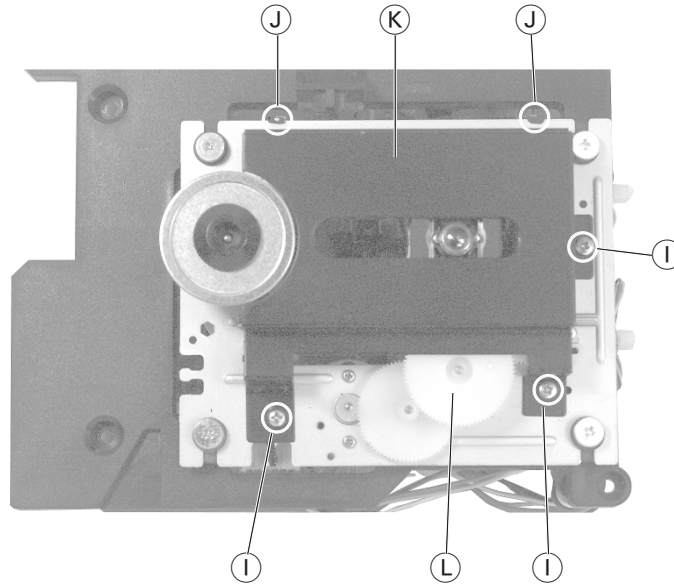
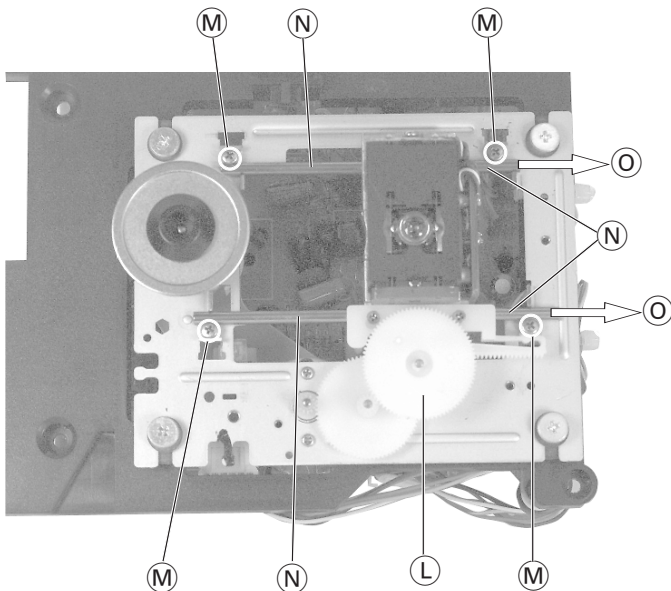

Fig. 6
Fig. 7
- 3 Schrauben ① herausdrehen (Fig. 6).
- 2 Laschen ② (Fig. 6) aufbiegen und Abdeckblech ③ abnehmen.
- Zahnrad ④ abziehen.
- 4 Schrauben ⑤ lösen und Führungsstangen ⑥ in Pfeilrichtung ⑦ schieben (Fig. 7).
- Undo 3 screws ① (Fig. 6).
- Bend the 2 clamps ② open (Fig. 6) and remove the cover plate ③.
- Pull out the gear ④.
- Loosen the 4 screws ⑤ and move the guide rails ⑥ in the direction of arrow ⑦ (Fig. 7).